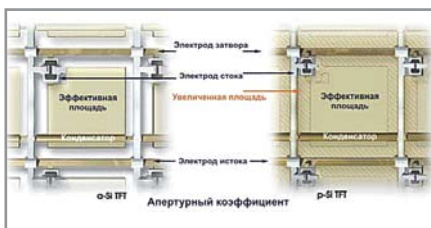

Рис. 8. Различия величины апертурного коэффициента у a-Si- и p-Si-технологий
- достигается более высокий апертурный коэффициент (отношение полезной площади ячейки к её полной площади). Так как TFT-транзистор LTPS ЖКИ имеет меньший размер, чем транзистор a-Si, полезная площадь ячейки, а следовательно, и апертурный коэффициент такого ЖКИ будут выше (см. рис. 8). В результате при прочих равных условиях яркость свечения ячейки LTPS-ЖКИ пропорционально возрастёт;